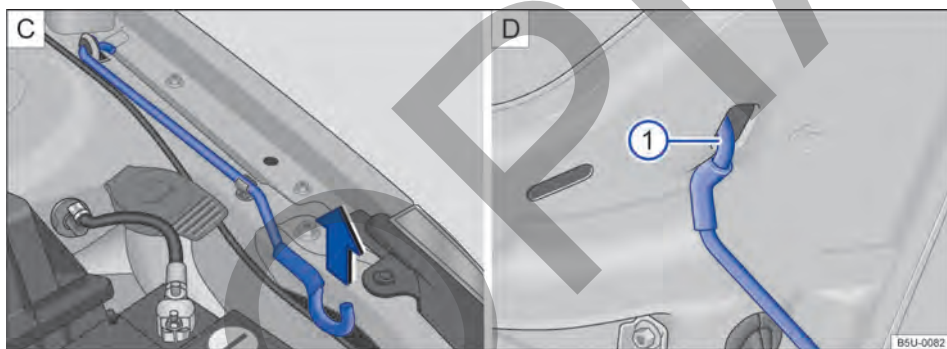

Fig. 167 [C] Varilla de sujeción de la tapa del compartimento del motor. [D] Tapa del compartimento del motor apoyada en la varilla de sujeción.
- Retirar la varilla de sujeción del soporte en el sentido de la flecha → fig. 167 [C] y colocarla en la abertura de la tapa del compartimento del motor → fig. 167 ① [D].
- Retirar la varilla de sujeción del orificio → fig. 167 ① [D] y encajarla en el soporte del cierre → fig. 167 [C].